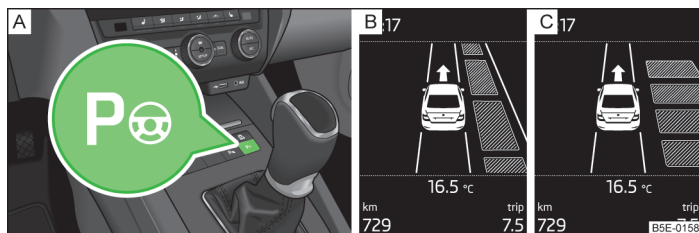

Fig. 131 Tasta sistem / Afișajul ecranului
Când sistemul este activ, luminează în tastă lampa de control **P** » fig. 131 la pagina 147 - **A**.
- Apăsăți **o dată** tasta simbol **P** » fig. 131.
Pe afișaj se afișează următoarele » fig. 131 - **B**.
- Apăsăți **de două ori** tasta simbol **P** » fig. 131.
Pe afișaj se afișează următoarele » fig. 131 - **C**.
- Apăsați o dată tasta simbol  » fig. 131 la pagina 147.